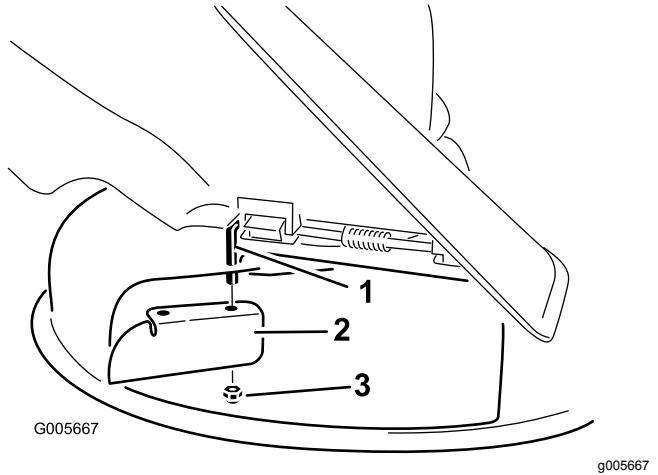

Figura 24
- Installate il deflettore di scarico sull'asta di rotazione visibile (Figura 24).
- Staccate il deflettore di scarico dal piatto di taglio (Figura 24).